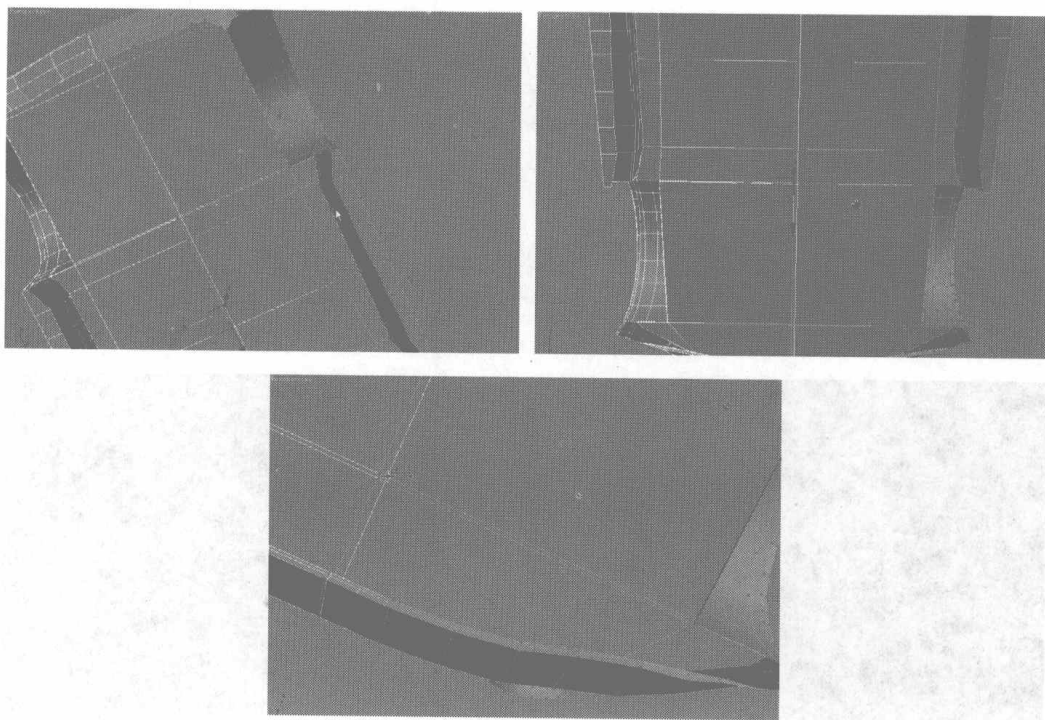

图 7.239
- 12** 单击右键，在弹出的快捷菜单中选择 **Cut** 命令，对照图 7.239 所示的位置，在车底的面片上切出细分曲线。